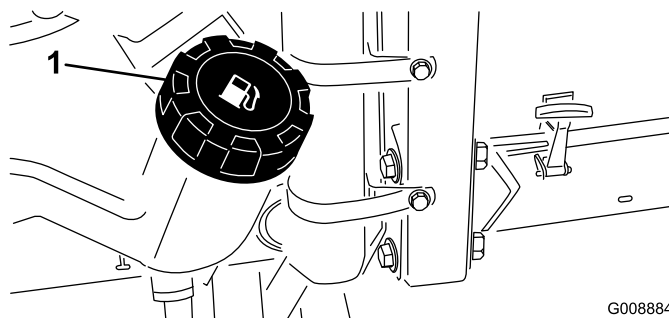

図 37
1. 燃料タンクのキャップ（図 37）の周囲をきれいに拭く。